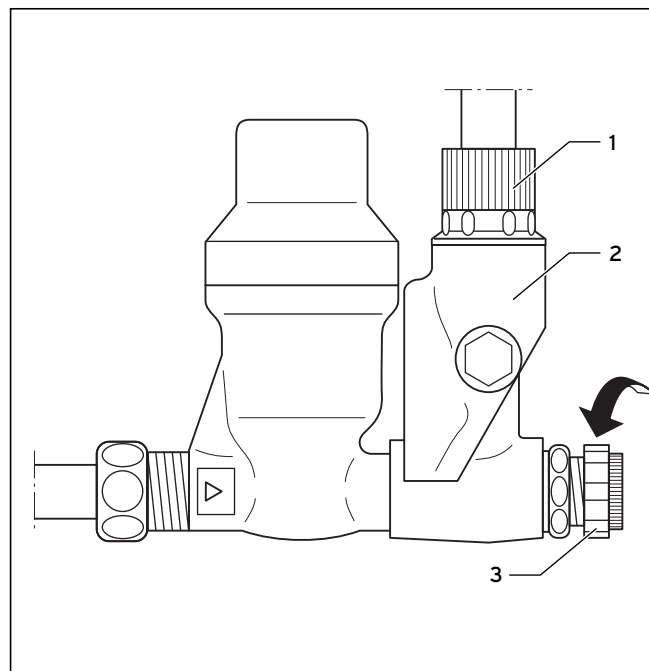

Рис. 4.1 Группа безопасности
- сбросная линия (2, рис. 4.1) и предохранительный клапан для воды накопителя.
При обнаружении негерметичности в области линии горячей воды между водонагревателем и водоразборными точками закройте запорный вентиль холодной воды (3, рис. 4.1) и поручите устранение негерметичности аккредитованному специализированному предприятию.
Впускная арматура, сбросная линия (2, рис. 4.1), а также вытекающая вода, могут достигать температуры до 85 °С.
Во время нагрева из-за изменения своего объема из сбросной линии (2, рис. 4.1) выходит вода. Поэтому не закрывайте предохранительный клапан либо сбросную линию!